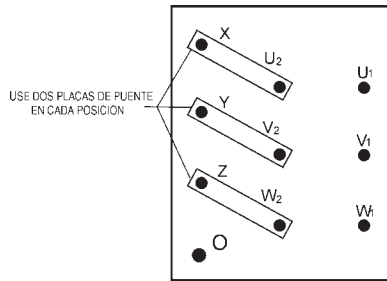

Figura 25. Tablero de inversión de voltaje configuración 480V
1. Realizando un puente en el tablero de inversión de voltaje para operación de 480V como se muestra en la Figura 25. Esta configuración usa 6 placas de puente en 3 posiciones diferentes. Recuerde que hay 2 placas de puente en cada posición. Cada placa de puente **debe** usarse.
1. Asegúrese que el tablero de inversión de voltaje esta haciendo puente para operación 480V como se muestra en la Figura 25.